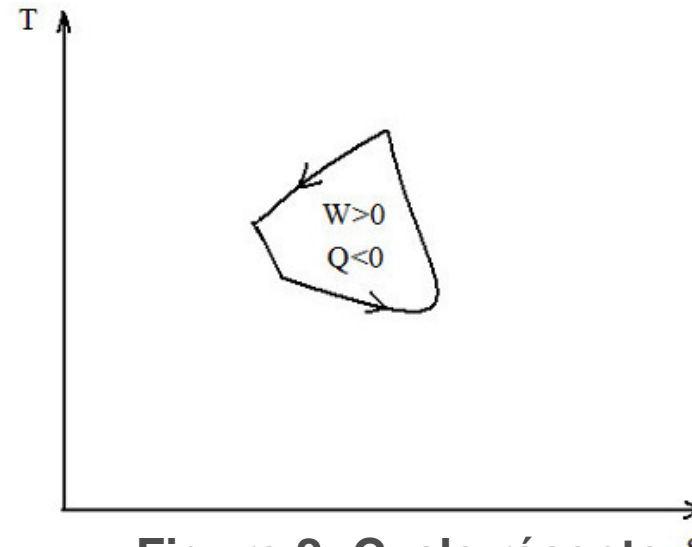

Figure 2: Cycle récepteur
- si le cycle est décrit dans le sens contraire des aiguilles d'une montre, alors le travail est positif ($W > 0$) et le cycle est dit cycle récepteur (figure 2).